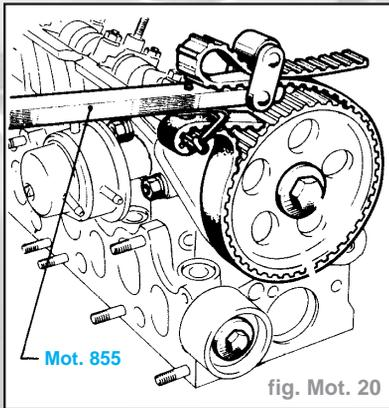

fig. Mot. 20
- Déposer le pignon d'arbre à cames à l'aide de l'outil **Mot. 855** (fig. Mot. 20).